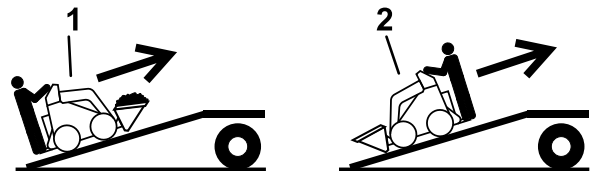

Bild 17
5. Fahren Sie beim Verladen auf den Anhänger mit dem schweren Ende der Maschine auf die Rampe und befördern Sie Lasten niedrig (Bild 17).
1. Senken Sie die Rampe ab (Bild 17).